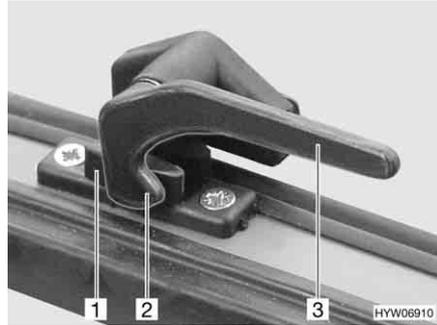

Fig. 21 Leva di serraggio in posizione "Chiuso"
- Ruotare la leva di serraggio (Fig. 21,3) di un quarto di giro verso il centro della finestra.
- Ruotare la leva di serraggio (Fig. 21,3) di un quarto di giro verso il telaio della finestra. Il nasello di chiusura (Fig. 21,2) si trova sul lato interno della chiusura della finestra (Fig. 21,1).
- In posizione "completamente chiusa" (Fig. 21).